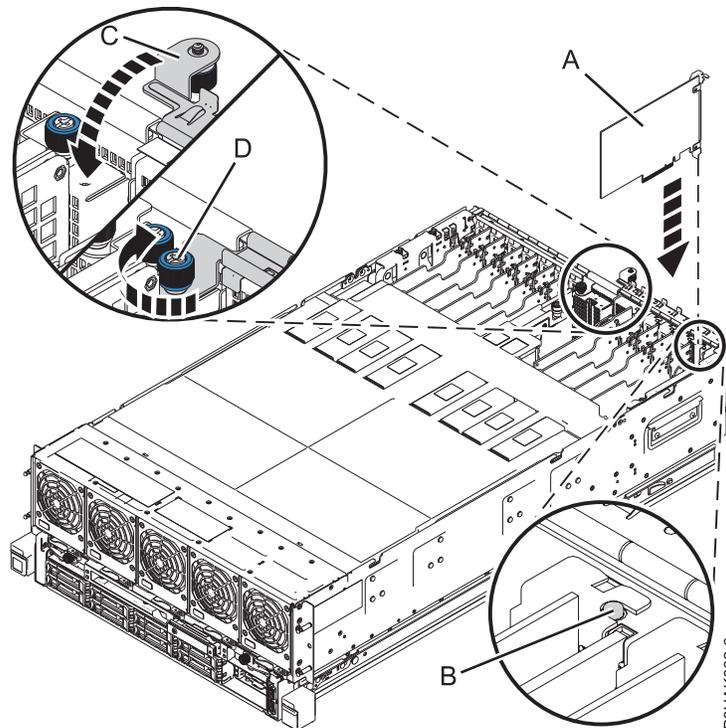

Figura 4. Instalación o sustitución de un adaptador PCIe en el sistema 8408-44E o 8408-E8E
6. Sujete con cuidado el adaptador por el borde superior o la contrapunta, y alinéelo con la ranura y con el conector de la placa del sistema (A), como se muestra en la Figura 4 en la página 7.
8. Asegúrese de que la muesca de la contrapunta encaje con la patilla en el chasis del sistema. Consulte (B) en Figura 4 en la página 7.
9. Cierre la pieza de sujeción de retención de E/S (C) haciéndola girar y, a continuación, apriete el tornillo cautivo (D) hasta que quede bien atornillado en el chasis del sistema. Consulte la Figura 4 en la página 7.